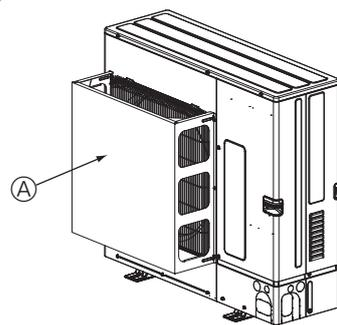

Fig. 2-5
- ② Instale uma guia de ar opcional se a unidade estiver instalada num local sujeito a fortes ventos, que podem entrar directamente na saída de ar. (Fig. 2-5)